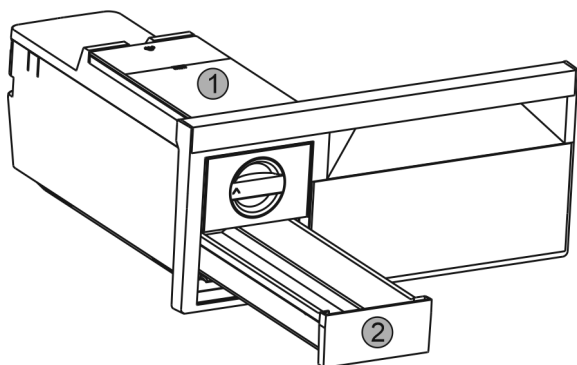

Fig. 49
- Извлечь бак для воды Fig. 49 (1) и выдвижной ящик для производства кубиков льда Fig. 49 (2).